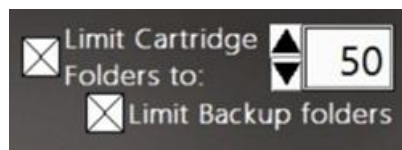

Figure 34 : commandes Limiter les dossiers de données des cartouches et Limiter les dossiers de sauvegarde
**Remarque :** si l'instrument est configuré pour sauvegarder les données sur un emplacement sur le disque dur interne (C:\), une deuxième option apparaît, elle permet de limiter également les données enregistrées dans le dossier de sauvegarde sur l'instrument Accellix (Figure 34).